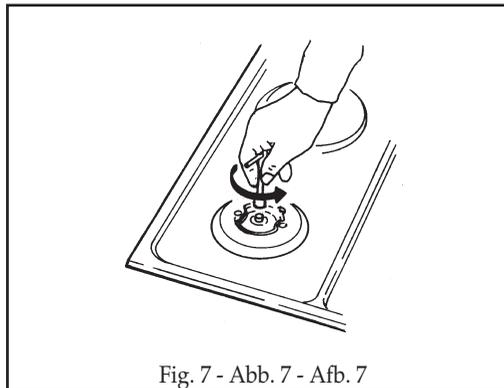

Fig. 7 - Abb. 7 - Afb. 7
(Fig. 7) Se l'apparecchiatura risulta predisposta per un diverso tipo di gas da quello di alimentazione disponibile, si deve procedere:
- alla sostituzione degli iniettori (Fig. 7) con i corrispondenti al tipo di gas da utilizzare (vedi tabella "Caratteristiche utilizzatori").
(Fig. 7) Should the appliance be pre-set for a different type of gas than that available, proceed as follows:
- *replace the injectors (Fig. 7) with the corresponding type of gas to be used (see table "Uses characteristics").*
(Fig. 7) Si l'appareil prévoit un type de gaz différent de celui d'alimentation disponible, on doit procéder:
- à la substitution des injecteurs (Fig. 7) avec ceux correspondants au type de gaz qu'il faut utiliser (voir tableau "Caractéristiques utilisateurs").
(s. Abb. 7) Wenn das Gerät für einen anderen Gastyp als der vorhandene ausgelegt ist, ist folgende Vorgehensweise durchzuführen:
- die Düsen (s. Abb. 7) mit den für den vorhandenen Gastyp bestimmten Düsen (siehe Tab. "Technische Daten") ersetzen;
(Fig. 7) Si el aparato estuviera preparado para un tipo de gas diferente del de la alimentación disponible, hay que efectuar:
- la sustitución de los inyectores (Fig. 7) con los correspondientes al tipo de gas a utilizar (véase tabla "Características utilizadores").
(Afb. 7) Als blijkt dat de apparatuur uitgevoerd is voor een ander type gas dan ter plaatse beschikbaar, dient men:
- de injectoren (Afb. 7) te vervangen door degene die corresponderen met het te gebruiken gas (zie de tabel "Karakteristieken verbruikers").
(Fig. 7) No caso que o aparelho esteja predisposto para um tipo de gás diferente do gás de alimentação que utilizar, deverá proceder da seguinte forma:
- substitua os bicos (Fig. 7) com outros próprios ao tipo de gás que utilizar (veja a tabela relativa às "Características das peças a utilizar";